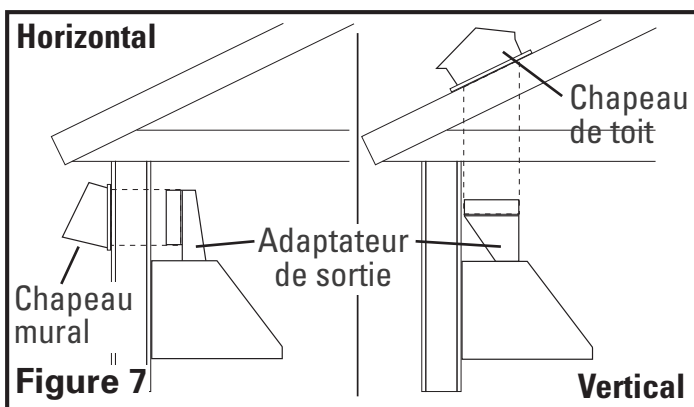

Figure 7
1. Déterminer le type de conduits dont vous aurez besoin (Figure 7).
**REMARQUE** : Lorsque la terminaison du conduit est similaire à celle illustrée à la figure 7 (passant au travers du mur sur lequel la hotte est installée) l'installation requiert une considération spéciale. Dépendant de où les montants muraux sont situés, il peut être nécessaire de couper un montant mural ou plus et d'installer une cheville et une assise pour transférer la charge aux montants adjacents. Des montants additionnels pourraient devoir être bâtis dans l'ouverture pour fixer la cloison sèche et pour fixer la hotte. Si vous rencontrez cette situation, Air King recommande que vous embauchiez un professionnel et que vous vous conformiez avec tous les codes du bâtiment applicables.